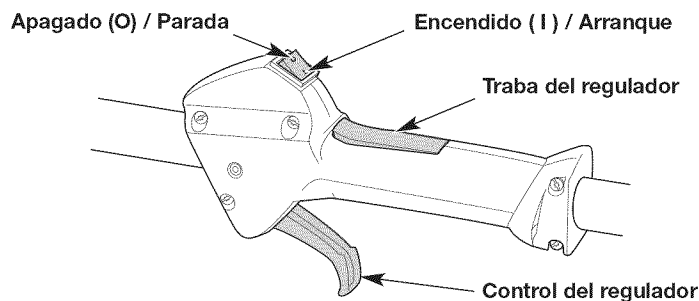

Fig. 9
**NOTA:** No hay necesidad de encender la unidad. El interruptor de Encendido/Apagado debe estar en la posición ENCENDIDO ( I ) en todo momento (Fig. 9).
6. **NO** oprima el control del regulador (Fig. 9). Tire de la cuerda con movimiento controlado y firme hasta que la unidad arranque (Fig. 12).
2. Oprima y no suelte el interruptor de control de Encendido y Apagado en la posición APAGADO ( O ) hasta que el motor se detenga por completo (Fig. 9).
- NOTA:** No hay necesidad de encender la unidad. El interruptor de Encendido/Apagado debe estar en la posición ENCENDIDO (I) en todo momento (Fig. 9).
6. **NO** oprima el control del regulador (Fig. 9). Coloque el accesorio Speed Start™ en el puerto Speed Start™ (Fig. 22). Consulte la sección *Operación* del manual del operador del accesorio Speed Start™.
2. Oprima y no suelte el interruptor de control de Encendido y Apagado en la posición APAGADO (O) hasta que el motor se detenga por completo (Fig. 9).